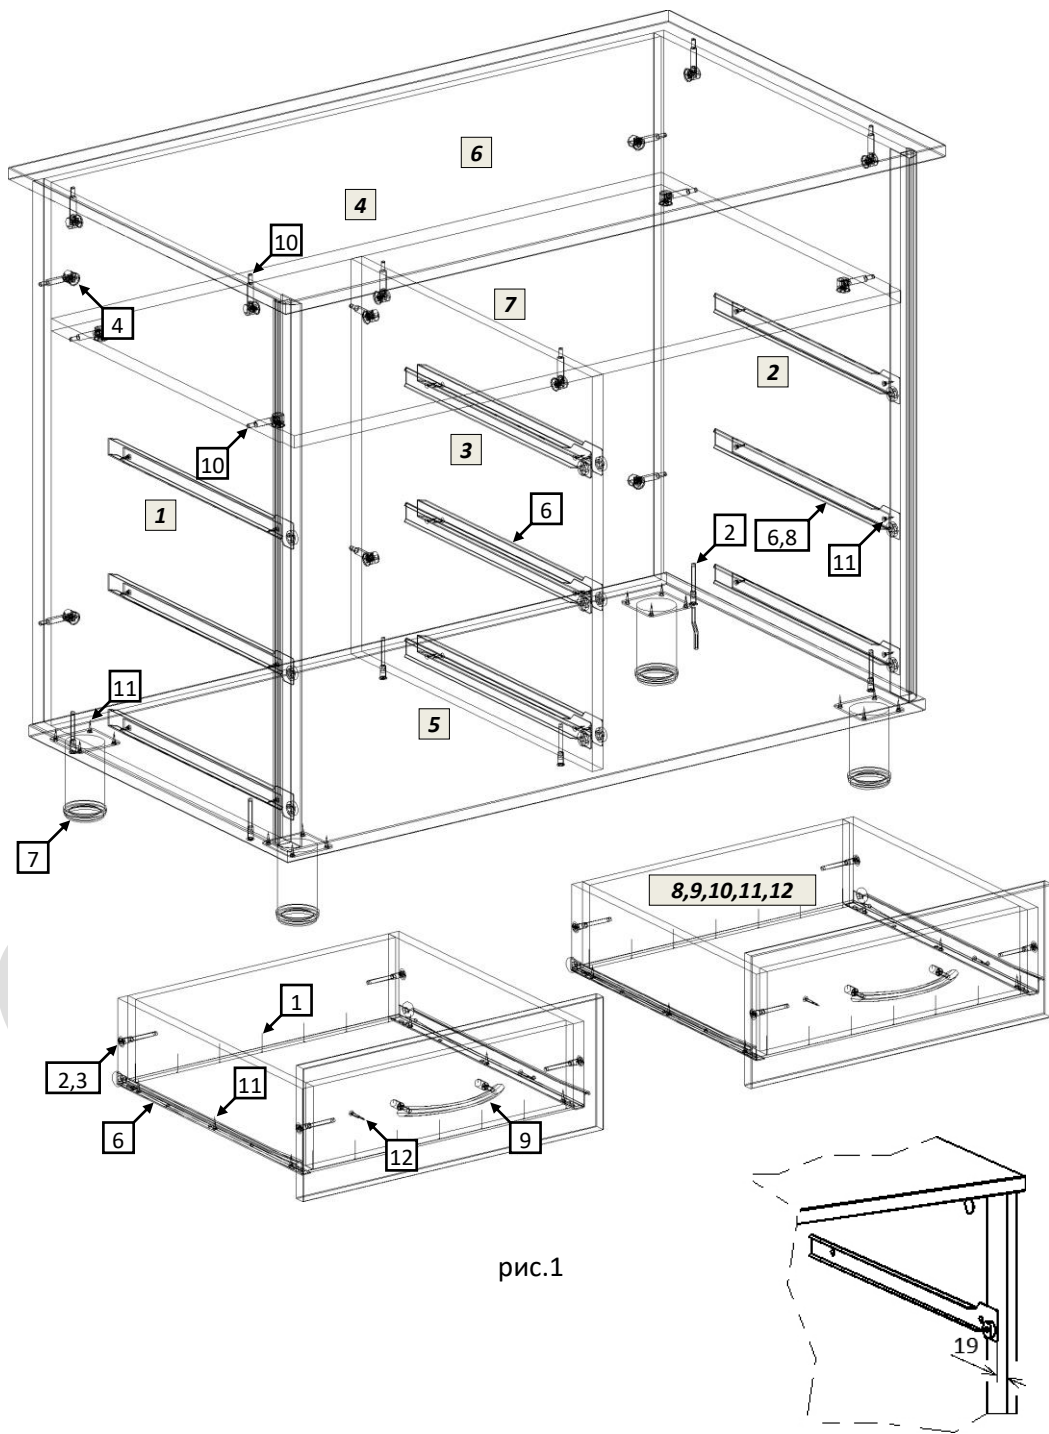

рис.1
- 4.1 Распаковав стол, внимательно ознакомьтесь со схемой сборки, изображённой на рис.1. Согласно комплектовочной ведомости и позициям на схеме определите расположение деталей в изделии и порядок их сборки. Сборка производится на ровном полу, укрытом материалом, предотвращающим повреждение покрытия пола и деталей мебели. Подготовьте необходимые для сборки инструменты – плоскую и крестовую отвёртки, молоток, рулетку или линейку, шуруповёрт.